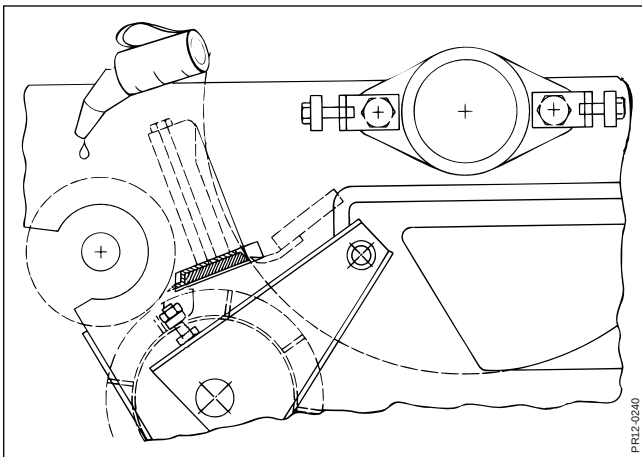

Fig. 5-9
- Fig. 5-9** Speciellt den översta släta inmatningsvalsen bör skyddas mot rost. Står maskinen still mer än en dag, bör den infettas med lite olja.